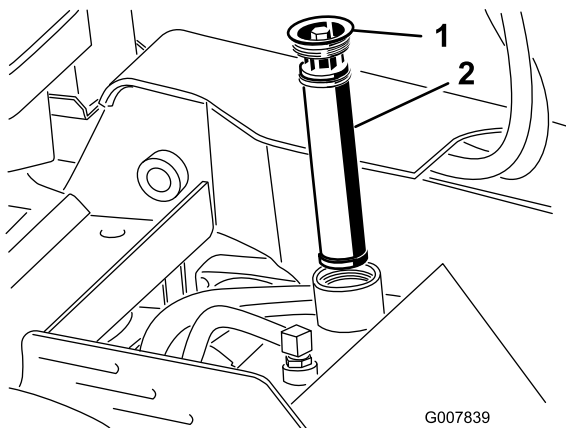

Figura 58
- 5. Retire y deseche el filtro usado (Figura 58).
- 6. Instale el filtro hidráulico nuevo y el tapón de llenado (Figura 58) y apriete el perno del tapón a 13–15,5 Nm.
- 6. Retire el tapón de llenado del depósito hidráulico y el filtro (Figura 58).
12. Instale el filtro hidráulico y el tapón de llenado (Figura 58) y apriete el perno del tapón a 13–15,5 Nm.